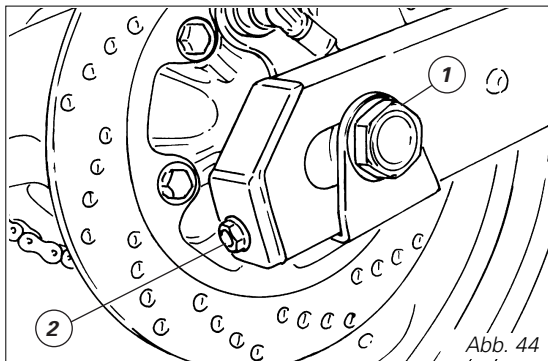

Abb. 44
Zum Einstellen der Spannung die Mutter (1, Abb. 44) der Radachse lockern, die Schraube (2), im Uhrzeigersinn und an beiden Seiten der Schwinge gleich weit, anziehen und so die Spannung erhöhen. Zur Minderung muss sie angeschraubt werden, dazu muss das Rad nach vorne geschoben werden.